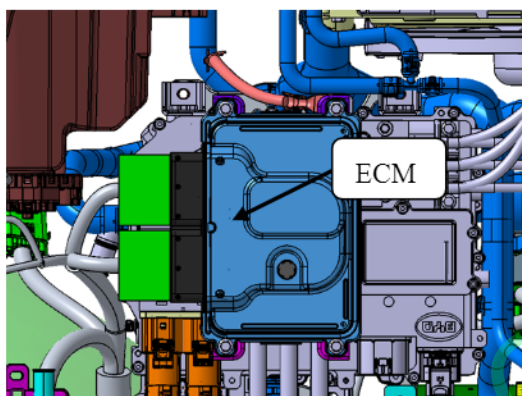
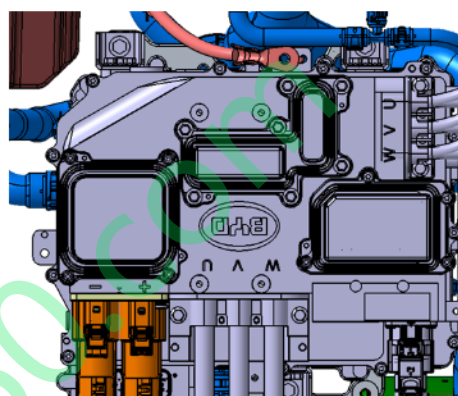

图 6.2
图 6.3
- ① 将二合一电控总成上方的 ECM 及支架拆掉
- ② 拔掉二合一电控总成直流母线及配电小线
- ③ 拆卸二合一电控总成连接前驱动电机和 BSG 电机的三相线
- ④ 拔掉二合一电控总成低压线束
- ⑤ 拆卸二合一电控总成搭铁线
- ⑥ 拔掉二合一电控总成进出水管路
- ⑦ 将二合一电控总成与支架连接的 3 个螺栓拧松，取下来
步骤① 将二合一电控总成上方的 ECM 及支架拆掉（图 6.2→图 6.3）